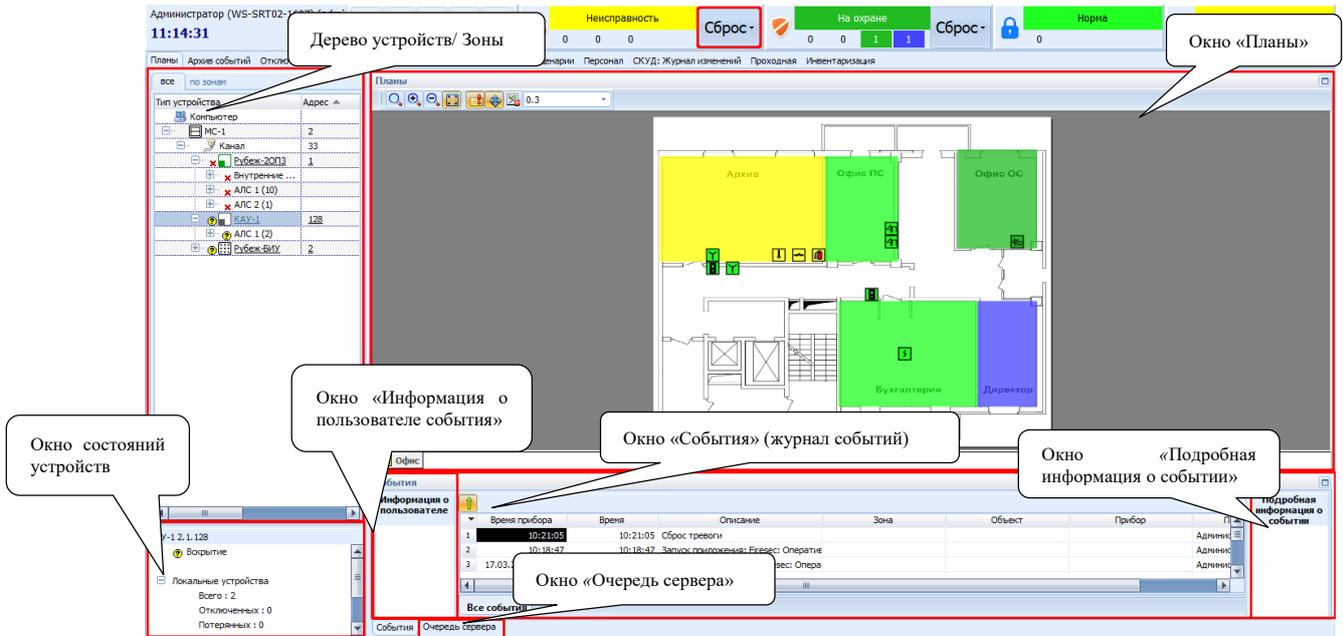

Рисунок 19.1 – Окно вкладки **Планы**
В окне вкладки **Планы** приложения «ОЗ» отображается (рисунок 19.1):
7) **Окно «Планы»** – окно с планом помещения, графическим изображением зон и места расположения устройств, созданным в приложении «Администратор» (рисунок 19.1). На плане цветом наглядно отображается состояние зоны. Цвета зон идентичны цветам состояния системы (таблица 18.1). Рабочая область содержит вертикальную и горизонтальную полосы прокрутки изображения. Существует возможность вписать план в размер рабочей области. С помощью вкладок в нижней части окна с планом можно переходить между существующими помещениями. Кнопки переключения между планами-помещениями окрашиваются в цвет, соответствующий состоянию помещения, которое определяется как наиболее критическое (т. е. состояние с наивысшим приоритетом) из состояний зон или устройств в данном помещении. Планы помещений могут быть сгруппированы по различным признакам. Примером группы помещений может быть здания, этажи и т.д. Кнопки могут быть расположены в два ряда, где первый ряд – это группы помещений, а второй ряд – сами помещения. При этом кнопки групп окрашиваются по тому же алгоритму, что и помещения. Если весь список групп или помещений не помещается на экране, то в правой части списка отображаются кнопки прокрутки.